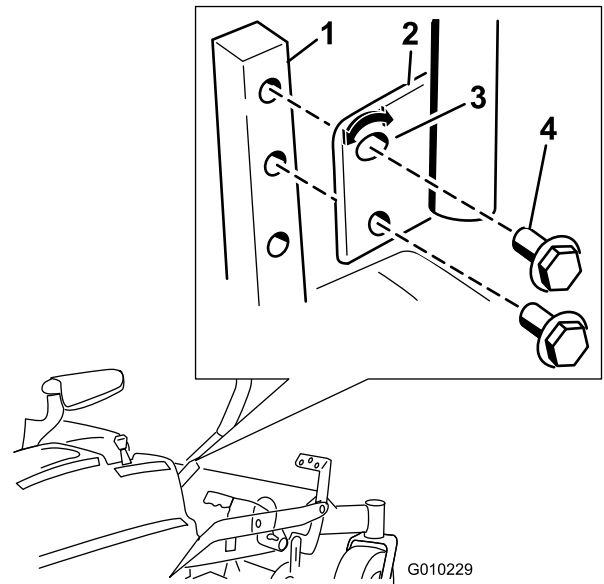

Bild 28
1. Entfernen Sie die beiden Schrauben, mit denen der Schalthebel am Schalthebelarm befestigt ist (Bild 28).
2. Setzen Sie den Schalthebel in die nächste Lochposition. Befestigen Sie den Hebel mit den zwei Schrauben (Bild 28).